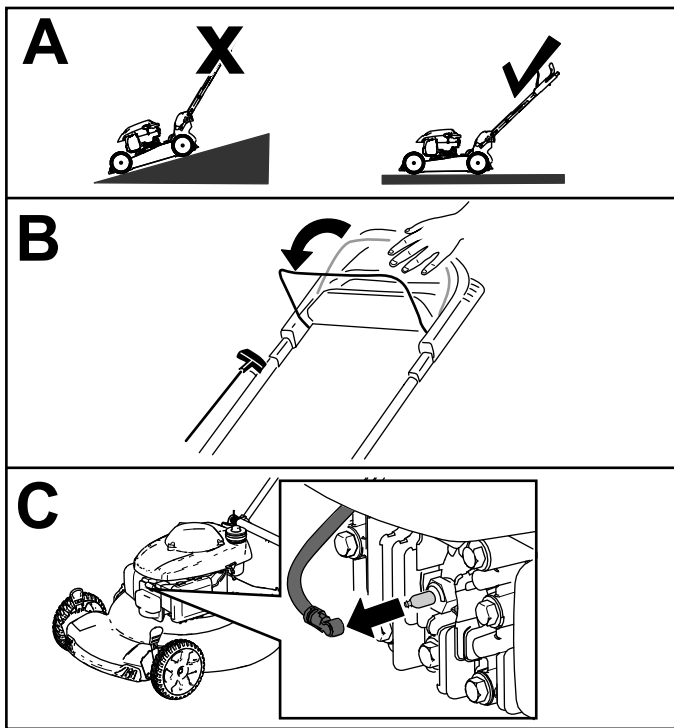

Figura 1
1. Mueva la máquina a una superficie nivelada (Figura 1, A).
2. Suelte la barra de control de la cuchilla (Figura 1, B).
3. Desconecte el cable de la bujía (Figura 1, C).